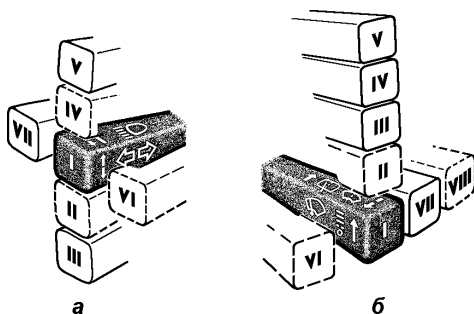

Рис. 3.2. Многофункциональные подрулевые переключатели:
**3 -рычаги многофункционального подрулевого переключателя** (положения рычагов см. на рис. 3.2);